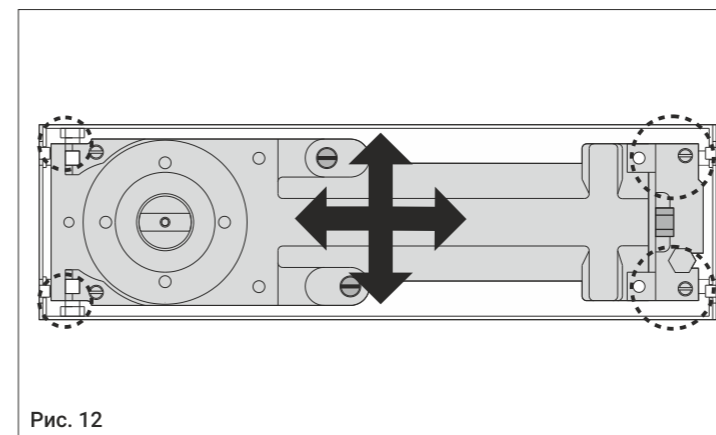

Рис. 12
Отрегулируйте скорости закрытия и доводки, момент закрытия двери (PA). Убедитесь, что дверь закрывается и открывается корректно. При необходимости повторите процесс юстировки положения напольного дверного доводчика в цементной коробке (рис.12).